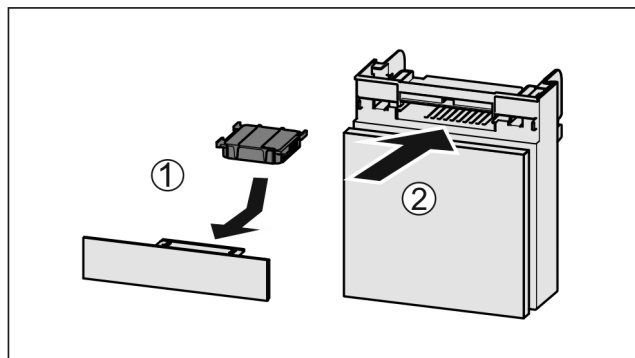

Fig. 110
► Aktivni ogljeni filter vstavite Fig. 110 (1) skladno s prikazom na sliki.
► Predal potisnite noter Fig. 110 (2).